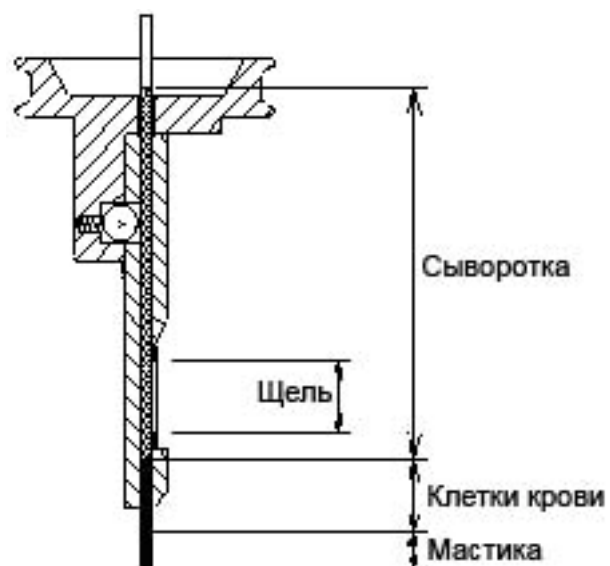

Рис. 9. Поперечное сечение капилляра и держателя.
1. Выньте капилляр с дистиллированной водой из держателя капилляров, вставьте капилляр с пробой, подготовленный с помощью центрифуги. Часть капилляра с сывороткой должна совпадать с высотой щели в держателе капилляра (Рис. 9).
2. Выньте капилляр с дистиллированной водой из держателя капилляров, вставьте капилляр с пробой, подготовленный с помощью центрифуги (Рис. 9).